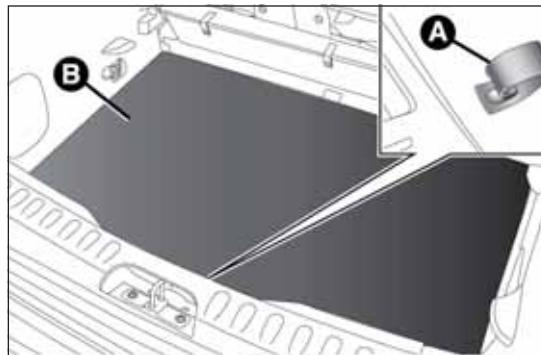

fig. 97
- tirare la linguetta A fig. 97 e sollevare verso l'alto il tappeto di rivestimento B.